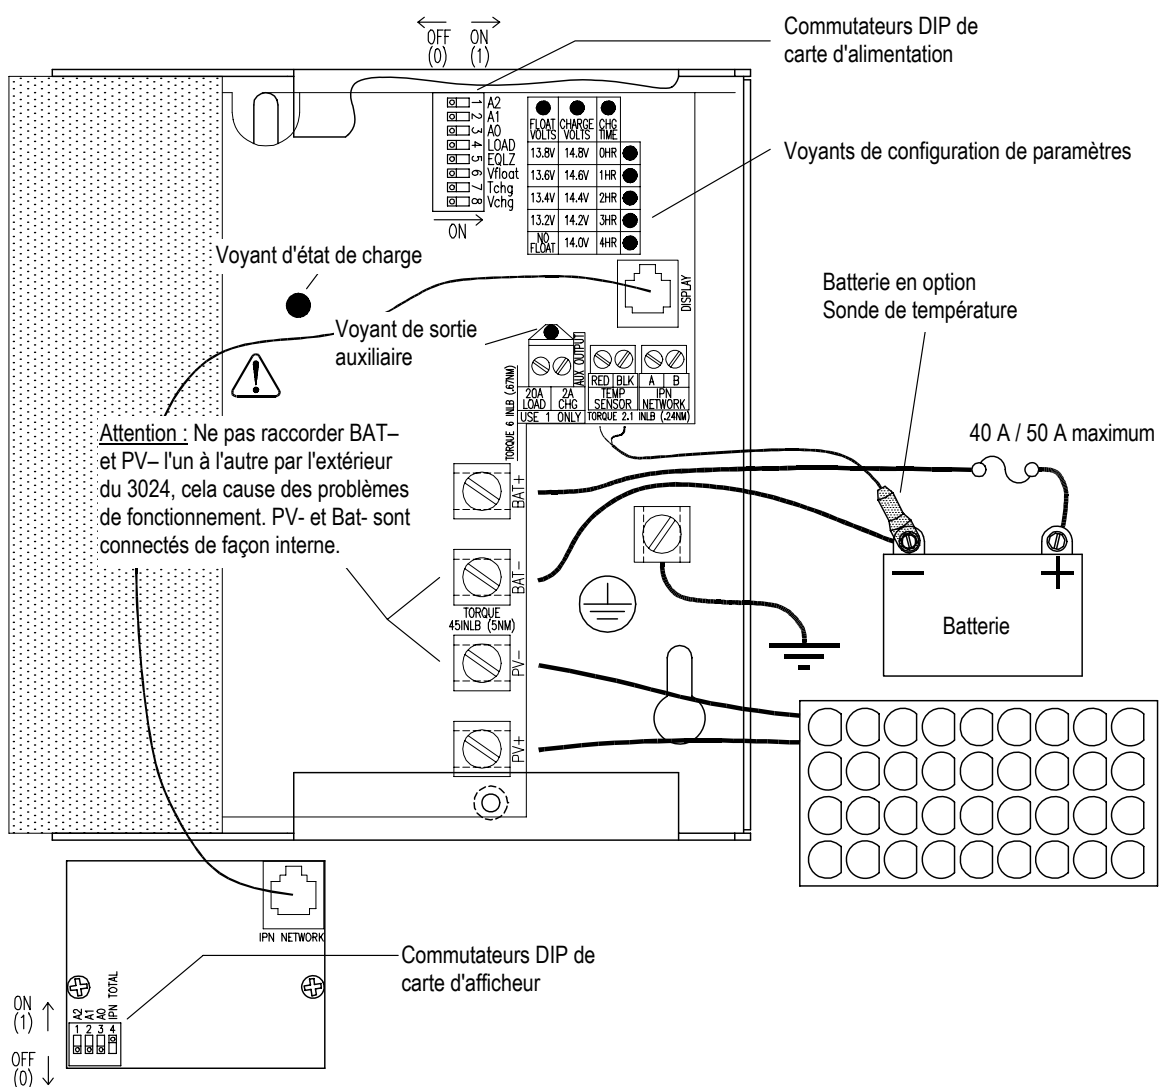

FIGURE 3
➤ **AVERTISSEMENT** : Veiller à lire, comprendre et respecter les Instructions de sécurité importantes au début de ce manuel avant de poursuivre. Cet appareil doit être installé et câblé en conformité avec le National Electrical Code, ANSI/NFPA 70 (ou autre réglementation en vigueur). Prévoir une protection externe contre les surintensités. Pour réduire le risque d'incendie, raccorder à un circuit équipé d'une protection contre les surintensités de circuit de dérivation de 40 A maximum (50 A avec une batterie de 12 V et des modules PV de 12 V) en conformité avec le National Electrical Code, ANSI/NFPA 70. Ne pas raccorder à un panneau PV capable de produire un courant de court-circuit  $I_{cc}$  de plus de 24 A dans les conditions d'essai normalisées (32 A avec une batterie de 12 V et des modules PV de 12 V). Ne pas raccorder BAT- et PV- l'un à l'autre par l'extérieur de l'appareil. L'appareil n'est pas équipé d'un dispositif détecteur/disjoncteur différentiel (GFDI) et doit être utilisé avec un dispositif GFDI externe conformément à l'article 690 du National Electrical Code pour le lieu d'installation. Pour réduire le risque de décharge électrique, couper toutes les sources de courant avant l'installation ou l'entretien. Les Figures 3, 4 et 5 présentent les raccordements généraux uniquement et ne sont pas destinées à indiquer tous les câblages, protections de circuits et exigences de sécurité pour un circuit électrique photovoltaïque.
➤ Les paramètres de configuration sont classés en deux catégories, Élémentaire et Avancé. Les paramètres élémentaires peut être configurés depuis le 3024 seul suivant des incréments et des plages limités comme indiqué à la Figure 3. L'accès aux paramètres avancés nécessite l'IPN-ProRemote. L'IPN-ProRemote permet également de configurer les paramètres élémentaires par incréments plus petits et sur des plages plus importantes. Tous les paramètres de configuration sont conservés en cas de coupure d'alimentation ou si l'IPN-ProRemote est utilisé exclusivement en tant qu'outil de réglage puis enlevé.
2. Mettre **TOUS** les 8 commutateurs DIP de la carte d'alimentation montrés à la Figure 3 en **MARCHE**.
Les valeurs de consigne de la tension de charge de capacité, la tension de charge d'entretien et la durée de charge peuvent être visualisées ou modifiées au moyen des voyants et commutateurs DIP de configuration montrés à la Figure 3. Actionner un seul commutateur à la fois. Pour visualiser le réglage en cours, placer brièvement le commutateur DIP correspondant en MARCHE (VCHG n°8, VENTR n°6 ou TCHG n°7). Pour une batterie de 24 V, les tensions de consigne sont doublées.
La sortie auxiliaire peut remplir trois fonctions : chargeur de batterie auxiliaire de 2 A, régulateur de puissance de 20 A avec coupure tension faible (CTF) ou régulateur de puissance d'éclairage nocturne variable de 20 A. La fonction Charge/Puissance (LOAD) se sélectionne avec le commutateur DIP n°4 représenté sur la Figure 3. L'afficheur IPN-ProRemote est nécessaire pour ajuster les seuils de CTF ou pour activer la commande d'éclairage nocturne. Les sorties auxiliaires d'un système à plusieurs régulateurs fonctionnent normalement, mais seule la sortie auxiliaire de l'unité principale peut être configurée ou contrôlée à l'aide de l'IPN-ProRemote. Le voyant de sortie auxiliaire est allumé chaque fois que la sortie auxiliaire est ACTIVÉE.